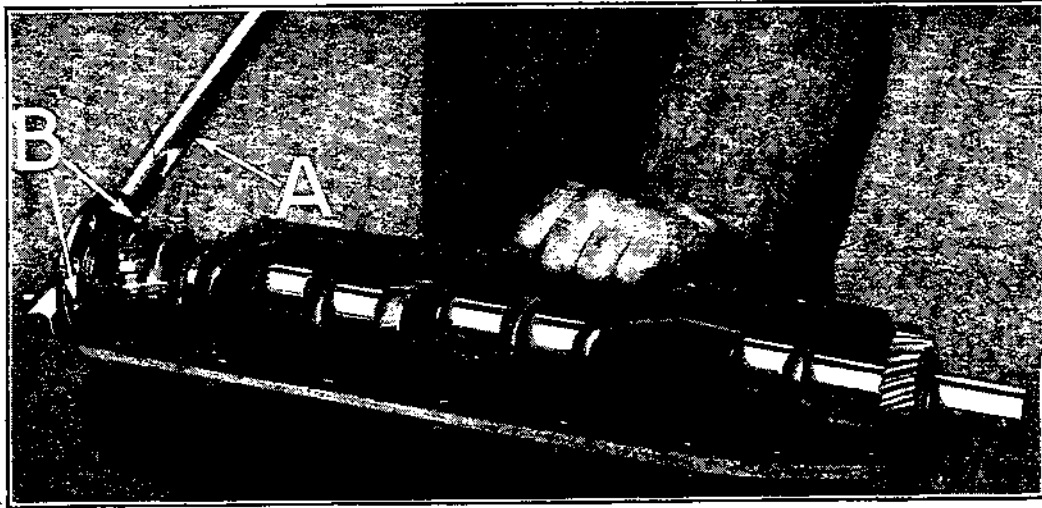

Fig. 170
**247** — Faire tourner le vilebrequin avec un levier. (Voir A, fig. 170.) Le vilebrequin doit être suffisamment serré dans les paliers pour qu'il soit nécessaire d'employer un levier de 45 à 50 c/m de longueur pour le retourner. S'assurer que les deux axes du levier s'adaptent bien dans les trous de chapeau B du plateau du vilebrequin et ne s'engagent avec les axes ni avec le bord du plateau. Après avoir retourné le vilebrequin, enlever les chapeaux de paliers et le vilebrequin et vérifier les portées sur les coussinets des chapeaux et des paliers.